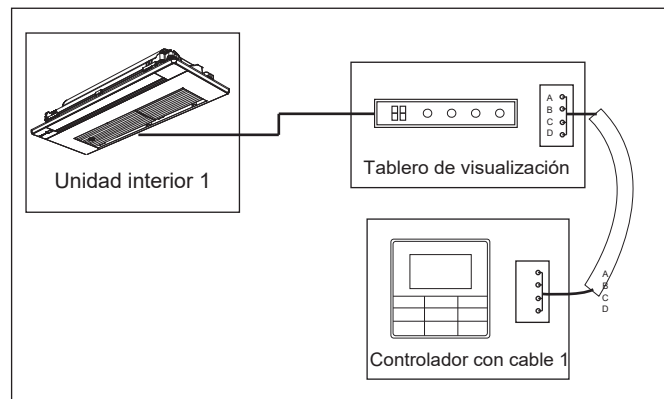

Figura 43
- Utilice 1 controlador con cable para controlar 1 unidad interior (vea la Figura 43).